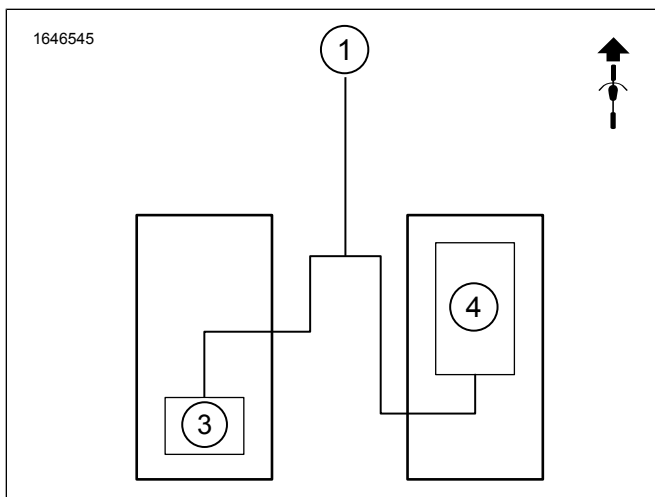
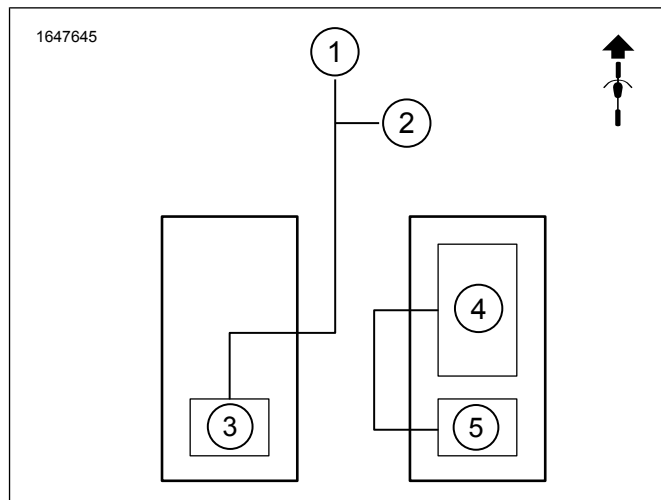
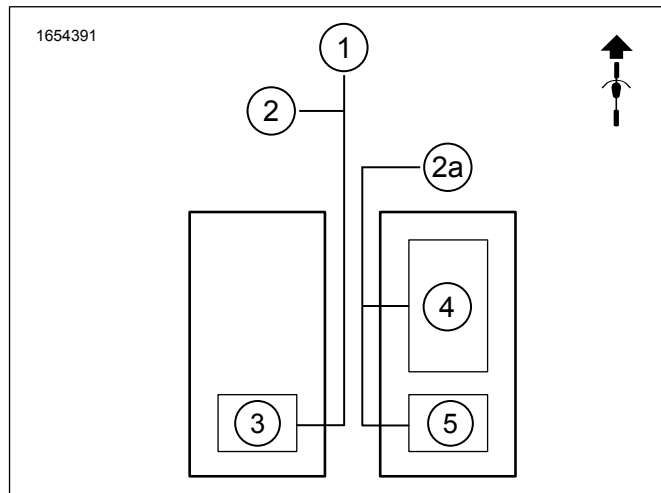
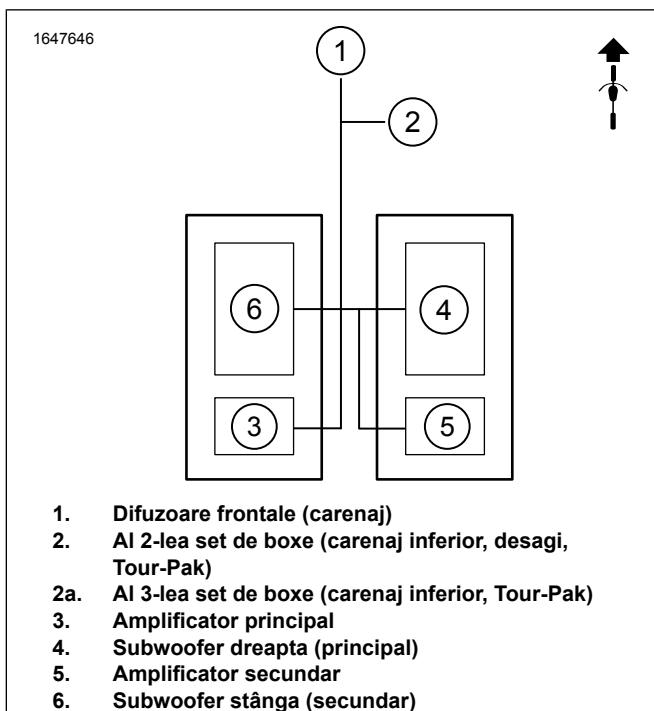

Figura 3. Subwoofer unic, amplificator unic, două difuzoare
Figura 4. Subwoofer unic, amplificatoare duale, patru difuzoare
Figura 5. Subwoofere unice, amplificatoare duale, șase difuzoare
Figura 7. Subwoofere duale, amplificatoare duale, patru difuzoare
Consultați Figura 3 , Figura 4 , Figura 7 și Figura 5 . Sistemele de subwoofer necesită două canale de la amplificator (amplificatoarele sunt pentru patru canale), prin urmare, instalarea atât a kiturilor de subwoofer primar, cât și a celor secundare poate funcționa numai cu două sau patru sisteme de difuzoare. Sistemele cu șase difuzoare vor funcționa numai cu kitul de subwoofer principal.
- a. A se vedea figura 3. Pentru configurație cu un subwoofer, un amplificator și două boxe. Conectorul cablajului va trebui să fie reconectat. Consultați Cablaj reconectare 69203031. Lipsa reconectării conectorului va avea drept rezultat lipsa semnalului audio. **NOTĂ:** Dacă difuzoarele din desagi sunt adăugate după ce este instalat subwooferul, va trebui utilizată configurația originală a cablajului 69203031. Firele în cavitateați unu și patru.
- b. Conectorul cablajului amplificatorului principal [351A] (ieșire audio). A se vedea figura 3. **Echipat cu Subwoofer unic, Amplificator unic, două boxe.**
- c. Conectorul cablajului amplificatorului secundar [352A\_1] sau [352A\_2] (ieșire audio). A se vedea figura 4. **Echipat cu Subwoofer unic, Amplificator dual, patru sau șase boxe.**